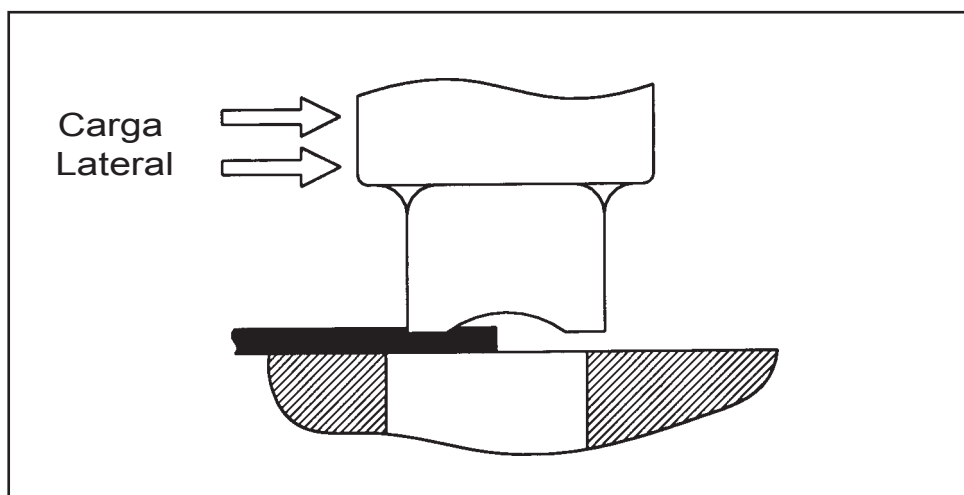

Figura 34: El problema de carga lateral durante operaciones de recorte por punzonado
- El recorte por punzonado causa carga lateral en el punzón, lo cual da como resultado desgaste adicional. Este principio se ilustra (exageradamente) en la Figura 34. Cubierta Optima™ TiCN puede ser especialmente útil en operaciones de recorte por punzonado.